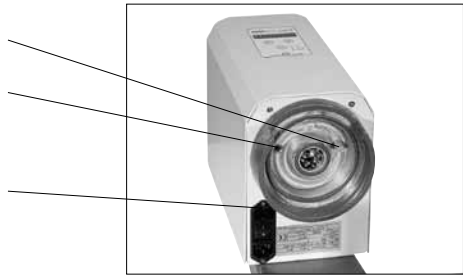
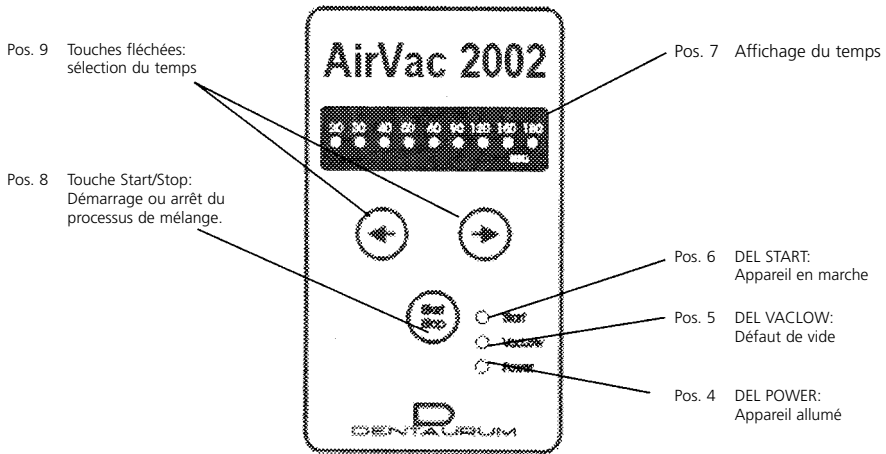

Figure 3 : Fond de l'appareil avec flasque pour bol
Figure 4 : Panneau de commande AIRVAC 2002
Un pré-filtre en métal fritté (Fig. 3, Pos. 2+3) situé au niveau du flasque pour bol protège la pompe à vide contre les salissures. Un autre filtre est situé à l'intérieur de l'appareil.
Le vide est surveillé en permanence par le système microélectronique intégré dans l'appareil et relié à un orifice spécialement destiné à la mesure (Fig. 3, Pos. 3).
- L'appareil est allumé en actionnant le commutateur principal situé au bas de l'appareil (fig. 3, pos. 1). Le voyant vert POWER (Fig. 4, Pos. 4) s'allume. Le dernier temps de mélange réglé est indiqué sur l'affichage des temps (Fig. 4, Pos. 7)
- Le temps de mélange recherché est sélectionné au moyen des touches de sélection du temps (Fig. 4, Pos. 9).
- En actionnant la touche de démarrage (Fig. 4, Pos. 8) l'appareil commence à évacuer l'air du bol. Le voyant jaune START (Fig. 4, Pos. 6) s'allume. Après quelques secondes, l'agitateur démarre automatiquement et mélange la masse alors que la pompe à vide continue à évacuer l'air du bol.
- Au cours du processus de mélange, le vide est surveillé automatiquement par un capteur de pression. Si le vide réalisé est trop faible, le voyant rouge VACLOW (Fig. 4, Pos. 5) s'allume.
La propreté des pré-filtres en métal fritté équipant le flasque pour bol (Fig. 3, Pos. 2) doit être vérifiée une fois par semaine. Un contrôle visuel sans démontage du pré-filtre est suffisant.
Mettre d'abord l'appareil à l'arrêt et retirer la fiche d'alimentation secteur avant de remplacer le fusible. Retirer le porte-fusible de l'élément combiné (Fig. 3, Pos. 1) puis mettre un nouveau fusible de T 3, 15 A en place.
Fusible défectueux	3. Remplacer le fusible dans (Illus. 3, 1). l'élément combiné (Fig. 3, Pos. 1). ⚠ Voir absolument chapitre 6.4!